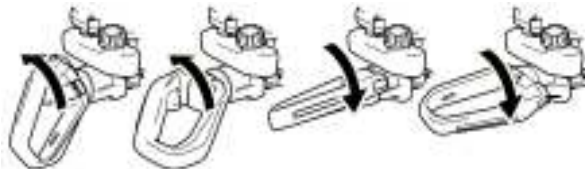

Рис. 16
1. Выберите удобный угол наклона рукоятки (рис. 16). В каком бы положении ни находились ножницы во время работы, ручка всегда должна быть повернута вверх.